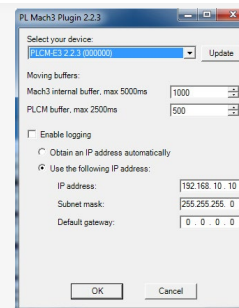

Рис. 11. Настройка плагина в MACH3
*\* Если у вас появилось окно как на Рис. 11 и вы не можете выбрать устройство, подключенное по сети Ethernet, это означает, что брандмауэр Windows блокирует доступ к PLCM-E3. Нужно либо добавить MACH3 в исключения брандмауэра, либо отключить брандмауэр.*